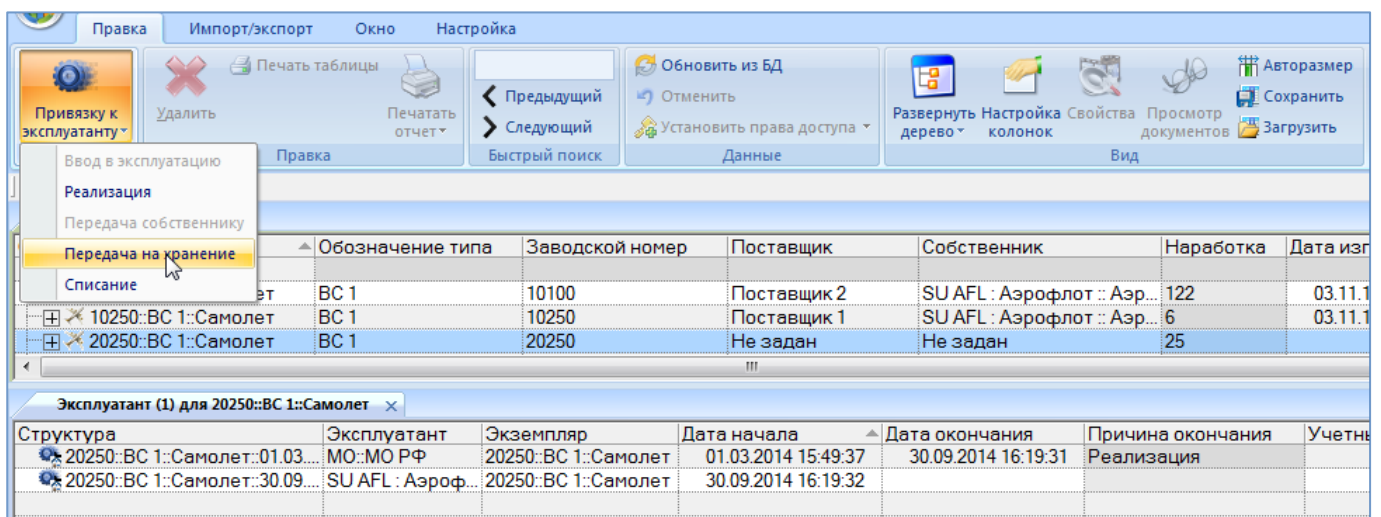

Рис. 13-105 – Создание движения
- 4) Открывается окно связанных объектов «Эксплуатант» для выбранного экземпляра ВС (рис. 13-105).
5) Перейти в окно связанных объектов «Эксплуатант», нажать кнопку «Привязку к эксплуатанту» панели «Создать» и в открывшемся меню выбрать пункт «Передача на хранение» (рис. 13-105):